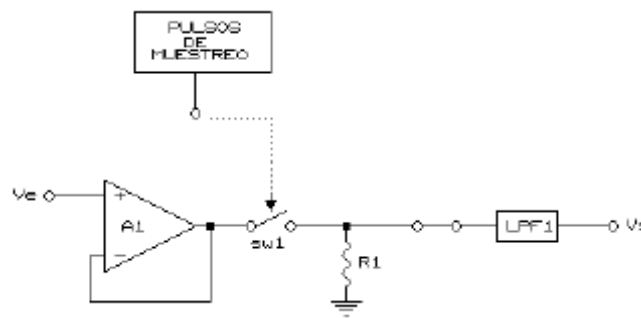

Figura 1.3
2. Conecte un filtro pasa-bajas (LPF1) a la salida del circuito de muestreo, tal y como se muestra en la figura 1.3 (reconstrucción de la PAM).
1. Con el circuito de la figura 1.3, fije la señal de entrada del operacional a 2.3 KHz de frecuencia con una amplitud de 2 Vpp y con el generador de muestreo obtenga 4.6 KHz de frecuencia con un tiempo de apertura de 50 microsegundos.